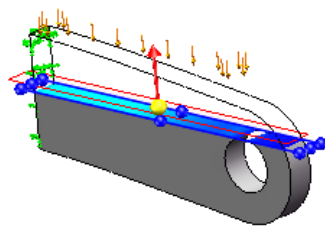

图 12.3.40 未切除部分显示图解
- ☒ ☒ **在模型的未切除部分显示轮廓** 复选框：选中该复选框，在未切除部分显示轮廓（图 12.3.40）。